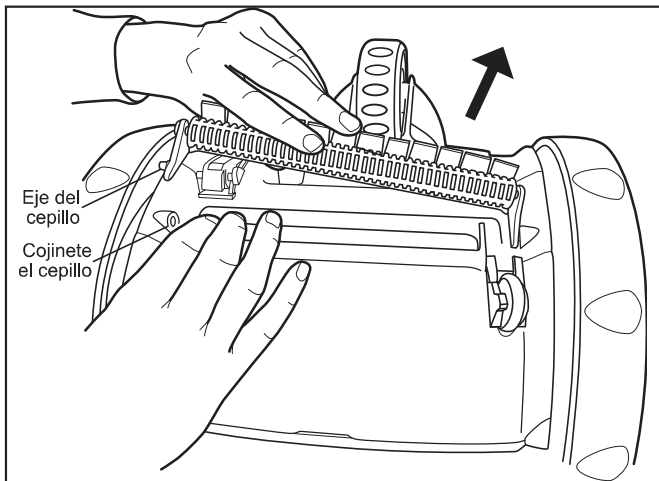

Figura 16. Quitar y reemplazar el cepillo del limpiador
3. Levante el cepillo y luego retírelo de la aspiradora. Consulte la Figura 16.
4. Instale el eje del nuevo cepillo en su cojinete. Consulte la Figura 16.
5. Instale en su cojinete el segundo eje del nuevo cepillo (en el otro lado). Consulte la Figura 16.